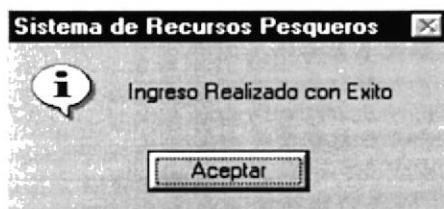

Figura 10.61 Mensaje de Ingreso
2. Si se guarda una secuencia nueva se mostrará el siguiente mensaje (ver figura 10.61).